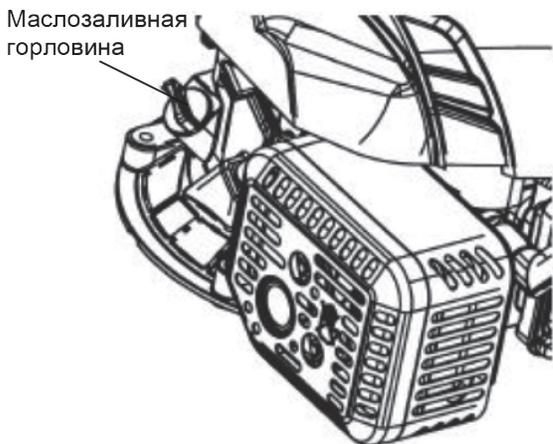

Рис. 33
•Откройте крышку маслозаливной горловины, выньте щуп и протрите его сухой, чистой тканью (рис. 33).